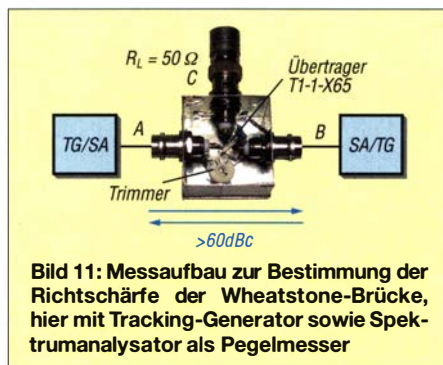

Bild 11: Messaufbau zur Bestimmung der Richtschärfe der Wheatstone-Brücke, hier mit Tracking-Generator sowie Spektrumanalysator als Pegelmesser
Dazu wurde das Generatorsignal in Port A (B) eingespeist und der Pegel an Port B (A) gemessen. Gleichzeitig musste der Brückenausgang C mit 50 Ω abgeschlossen sein. Die Entkopplung sollte in beiden Richtungen gemessen werden. Die verwendete Wheatstone-Brücke mit 100-Ω-Trimmer, eingebaut in ein Weißblechgehäuse 35 mm × 35 mm × 30 mm, ist in Bild 11 zu sehen. Der 50-Ω-Abschluss R_L am Ausgangsport C stellt in der Praxis noch ein kleines Problem dar. Normalerweise wird hier ein HF-Verstärker oder -Empfänger zur IM_3 -Messung angeschlossen, dessen Eingangswiderstand aber meist nicht genau 50 Ω be-